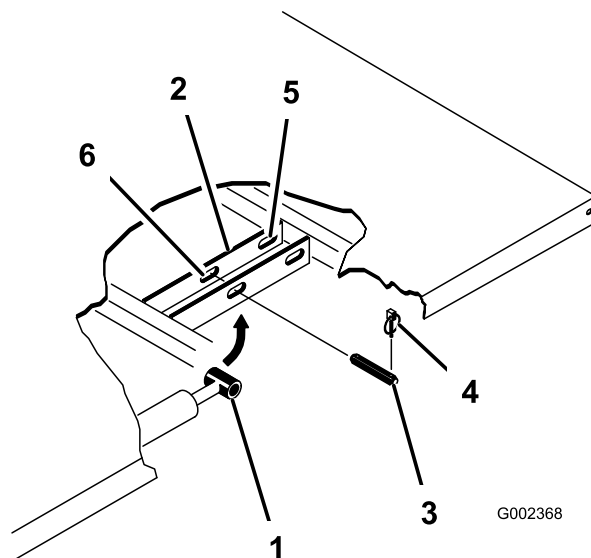

図 3
- シリンダの外側端部からリンチピンを外す(図 3)。
- シリンダロッドの端部を荷台取り付けプレートに固定しているクレビスピンを、車両の中心線側に押し外す(図 3)。